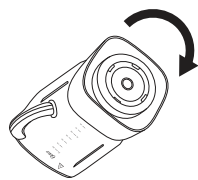

Fig. 9
2. Visser l'écrou de bocal en tournant la clé du bocal dans le sens horaire. (Fig 9)